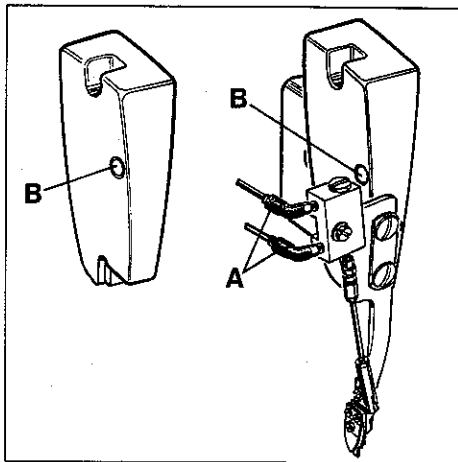
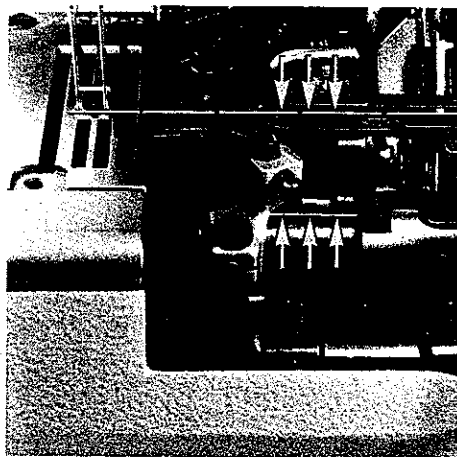
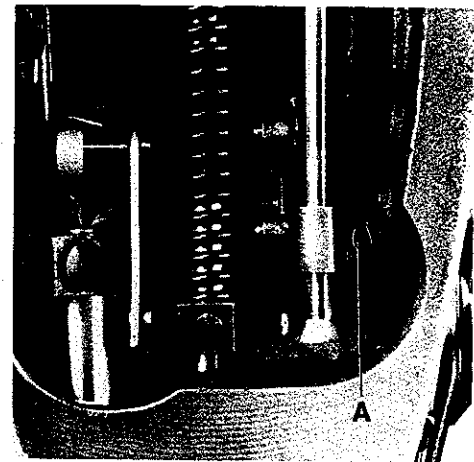
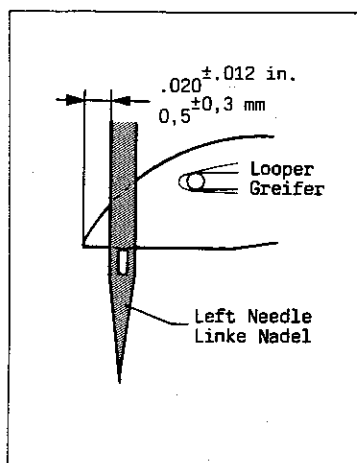

Fig.19
Fig.21
Fig.20
Fig. 23
1. Remove the head cover*, presser foot and feed dogs. For removing the head cover on styles with cover thread trimmer the PA-tubes have to be disconnected on the swivel elbows (A, Fig. 19) of the air cylinder.
3. Loosen screw (A, Fig. 20) and turn needle bar as required, so the needles center in the needle holes of throat plate and are parallel to the looper shaft (see Fig. 21). This can be checked by holding a ruler against the needles.
4. Retighten screw (A, Fig. 20).
- * The needle bar can also be aligned and set to height without removing the head cover. For this, remove plug (B, Fig. 19) in the head cover to have access to screw (A, Fig. 20) in the needle bar connection. Remount the plug.
1. Entfernen Sie den Kopfdeckel*, Drückerfuß und Transporteure. Zum Entfernen des Kopfdeckels müssen bei Maschinen mit Legfadenabschneider die PA-Schläuche an den Winkeln einverschraubungen (A, Fig. 19) am Luftzylinder gelöst werden.
3. Lösen Sie die Schraube (A, Fig. 20) und drehen Sie die Nadelstange so, daß die Nadeln mittig in die Stichlöcher der Stichplatte einstechen und parallel zur Greiferwelle stehen (siehe Fig. 21). Dies kann durch Anlegen eines Lineals an die Nadeln geprüft werden.
4. Ziehen Sie die Schraube (A, Fig. 20) wieder an.
- * Die Nadelstange kann auch ohne Abbau des Kopfdeckels ausgerichtet und auf die Höhe eingestellt werden. Entfernen Sie dazu den Verschlußstopfen (B, Fig. 19) im Kopfdeckel, damit die Schraube (A, Fig. 20) im Nadelstangen-Mitnehmer zugänglich wird. Montieren Sie den Verschlußstopfen wieder.
The height of needle bar is correct, when the looper point at its travel from right to left is 0.5 mm (.020 in.) left of the left needle (see Fig. 23) and the top of the needle eye is flush with the underside of the looper. For adjustment loosen screw (A, Fig. 20)* and move needle bar up or down as required. Retighten screw (A).
* The needle bar can also be aligned and set to height without removing the head cover. For this, remove plug (B, Fig. 19) in the head cover to have access to screw (A, Fig. 20) in the needle bar connection. Remount the plug.
Die Nadelstangenhöhe ist richtig eingestellt, wenn die Greiferspitze bei ihrem Weg von rechts nach links 0,5 mm links der linken Nadel steht (siehe Fig. 23) und Oberkante Nadelöhr und Unterkante Greifer in gleicher Höhe stehen. Lösen Sie für diese Einstellung die Schraube (A, Fig. 20)* und schieben Sie die Nadelstange nach Bedarf nach oben oder unten. Ziehen Sie die Schraube (A) wieder an. Beachten Sie, daß bei dieser Einstellung die Nadelstange nicht verdreht wird.
* Die Nadelstange kann auch ohne Abbau des Kopfdeckels ausgerichtet und auf die Höhe eingestellt werden. Entfernen Sie dazu den Verschlußstopfen (B, Fig. 19) im Kopfdeckel, damit die Schraube (A, Fig. 20) im Nadelstangen-Mitnehmer zugänglich wird. Montieren Sie den Verschlußstopfen wieder.